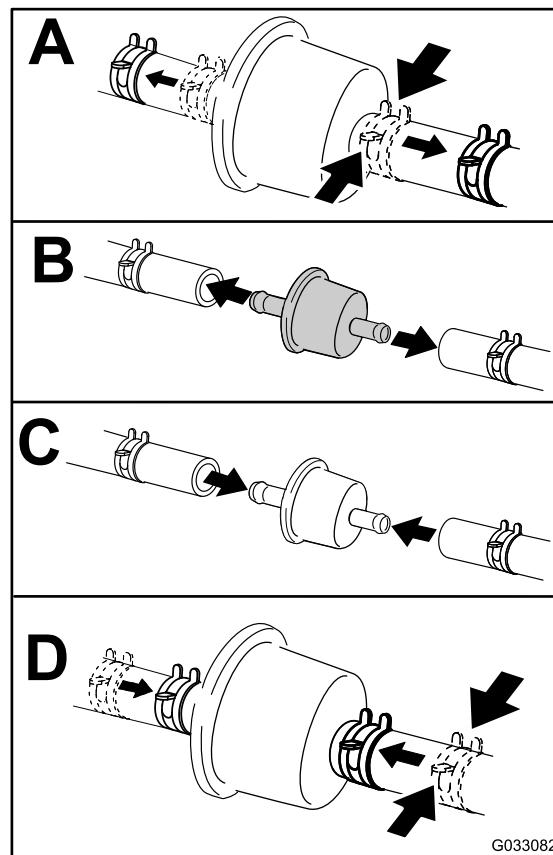

Figura 49
4. Riposizionate il filtro del carburante come mostrato nella Figura 49.